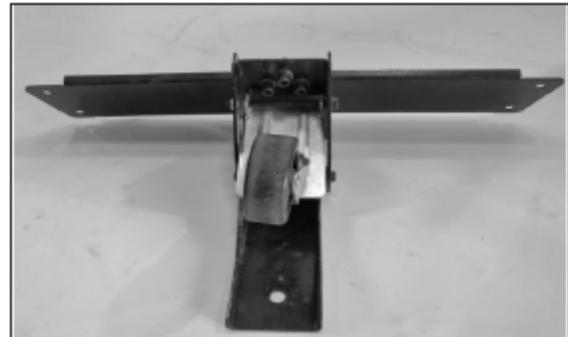

Рис. 1
1. Прикрепить узел педали на нижнюю опору В с помощью 3 винтов M8 x 50 с шестью плоскими шайбами на 8 мм и тремя пружинными шайбами на 8 мм, и трех гаек M8 (рис. 1).